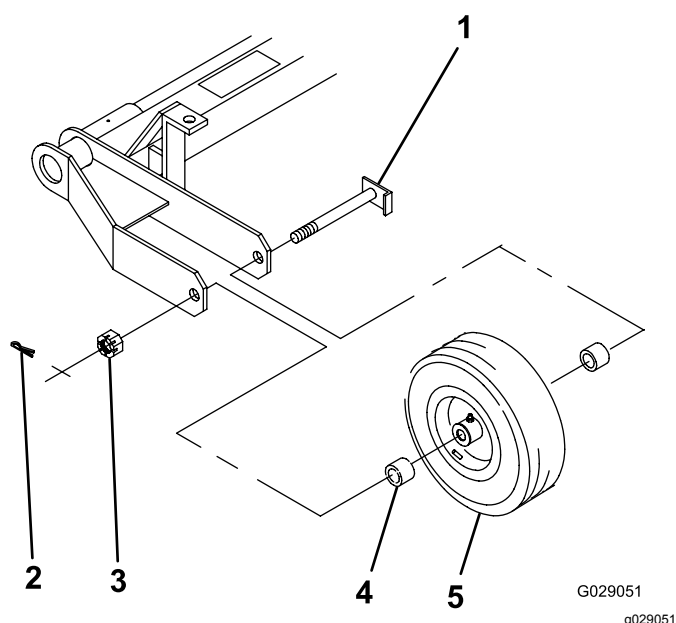

Figura 2
1. Posicione o conjunto da roda e dois espaçadores (um de cada lado do cubo da roda) entre a estrutura como se mostra na Figura 2.
2. Insira o eixo através da estrutura, espaçadores e roda (Figura 2).